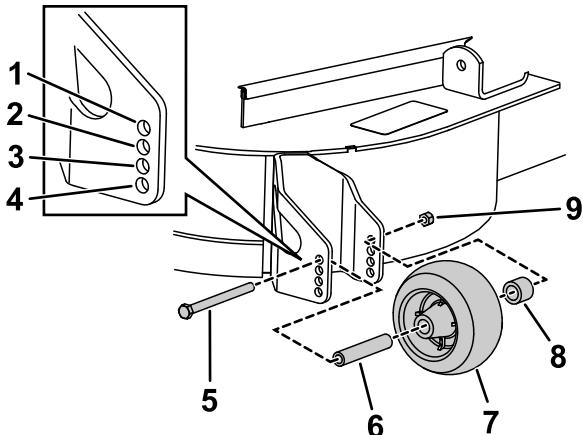

Figura 13
1. Dopo avere regolato l'altezza di taglio, regolate i rulli togliendo il dado flangiato, la boccola, il distanziale ed il bullone (Figura 13).
3. Montate il dado flangiato, la boccola, il distanziale ed il bullone. Serrate a una coppia di 54–61 N·m (Figura 13).